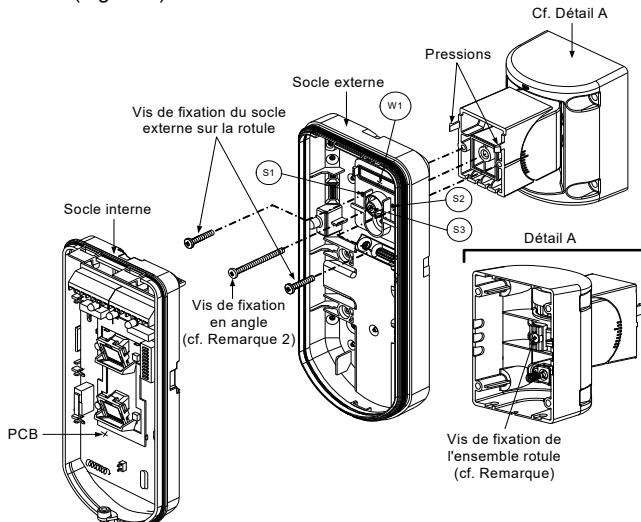

Figure 8
- Fixez le socle externe à la rotule à l'aide de deux vis passant par les pastilles (pressions) correspondantes (Figure 8).
- Fixez le socle externe à la rotule à l'aide de deux vis passant par les pastilles pré-percées S1 et S2 (Figure 8).
- Introduisez la vis de fixation d'angle fournie en partant du socle externe et en passant par la pastille pré-percées S3 de la vis de fixation d'angle, située sur le socle externe, pour atteindre la rotule standard (Figure 8).
Lorsque les marques indiquées sur les pièces mobiles sont bien alignées (Figure 8), la rotule standard se trouve à 0° en position verticale/ horizontale. Chaque cran à partir de cette position correspond à une inclinaison verticale / horizontale de 5°.